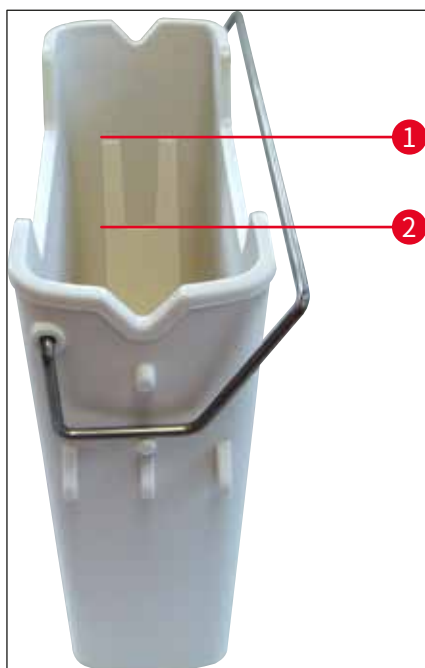

图 67
4. 检查填充液位是否足够(→ 图 67),试剂是否无污垢。如有污染,应更换二甲苯(→ 第 37 页 - 4.6.3 准备试剂缸并填充,然后插入加载抽屉),重新填充之前,应先清洁试剂缸。